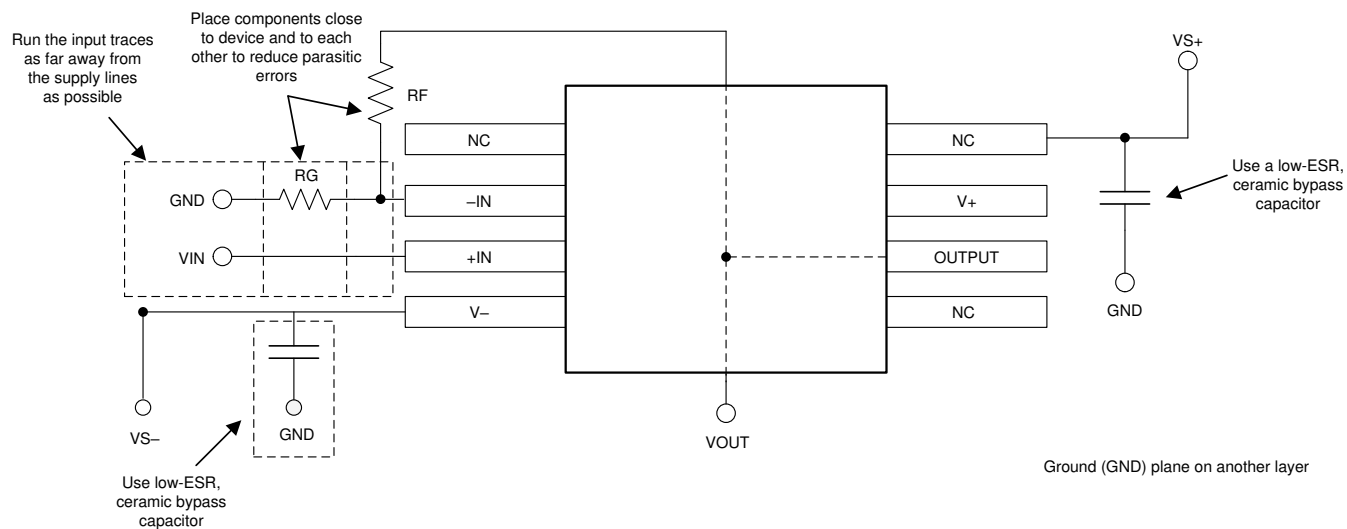

図 11-2. 非反転構成のオペアンプ基板のレイアウト
- 外付け部品は、可能な限りデバイスに近く配置します。図 11-2 に示すように、寄生容量を最小限に抑えるため、RF と RG は反転入力に近くに配置します。